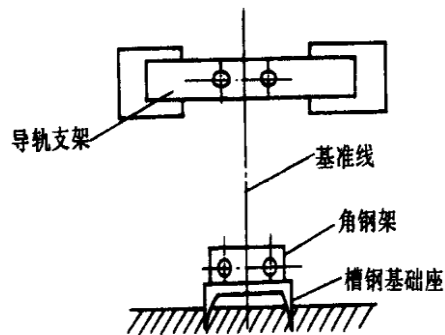

图 2-11 导轨架如固定
2. 底坑架设导轨槽钢基础座必须找平垫实，其水平误差不大于 1/1000。槽钢基础座位置确定后，用混凝土将其四周灌实抹平。槽钢基础两端用来固定导轨角钢架，先用导轨基准线找正后，再进行固定（图 2-11）。